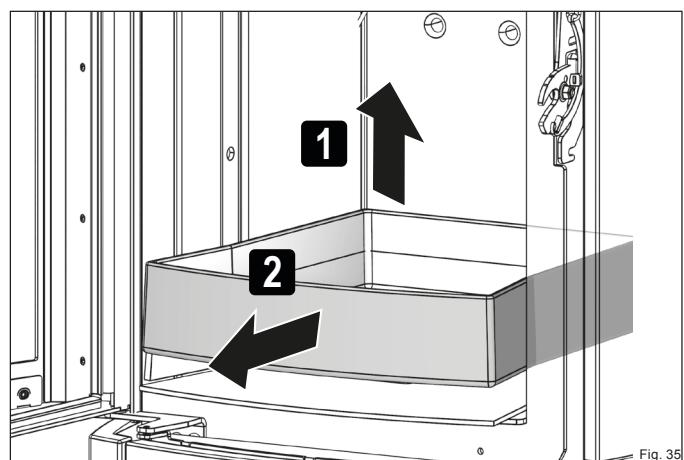

Fig. 35
- Démontez la sole foyère (Fig. 35).